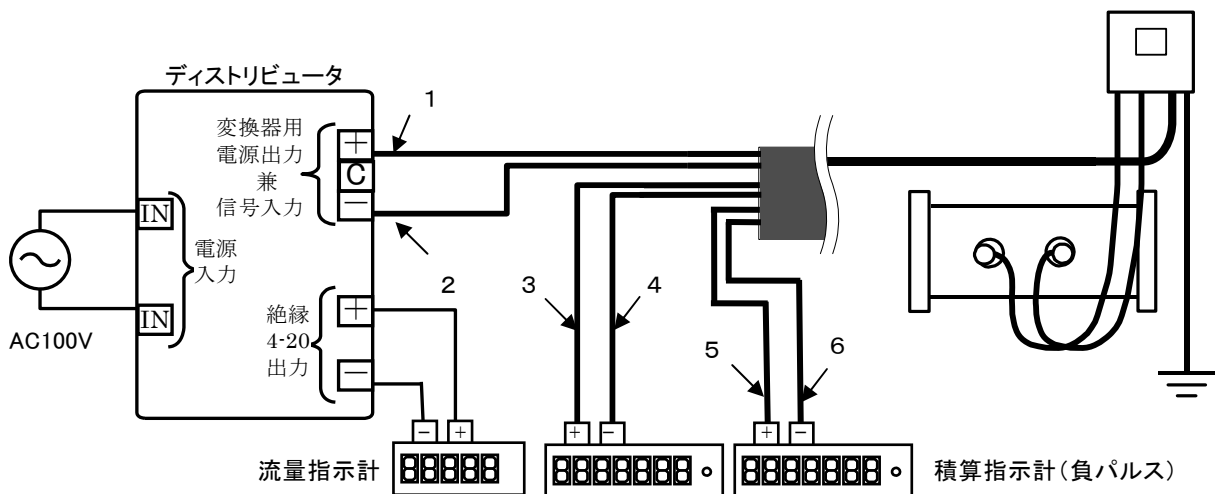

図 13 構成例
- ・図13に例を示します。出力電圧の確認が済んだら電源スイッチを切り、UFR-40の入出力ケーブル(電源兼アナログ出力ケーブル)を極性に注意して接続します。(表1参照)